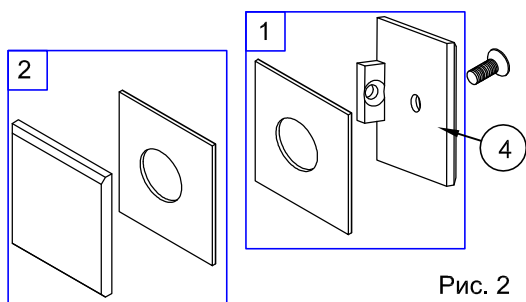
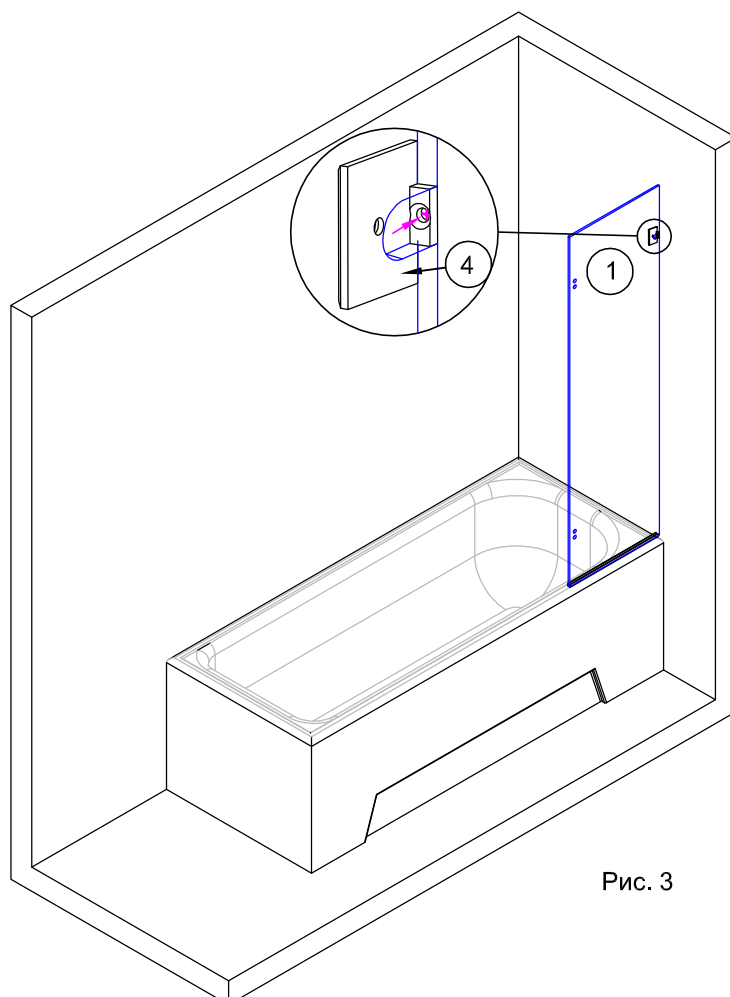

Рис. 2
Рис. 3
2.1. Шестигранным ключом раскрутить держатель стекла №4 (рис.2). Установить стеклянную панель №1 в профиль №3 на ванне (рис.3).
2.2. С внутренней стороны стекла в вырез установить комплект 1 держателя №4 (рис.2). Отметить на стене место отверстия для крепления держателя №4 (рис.3). Отставить стекло и держатель в сторону.
2.3. Выполнить сверление отверстия в стене по разметке. Диаметр отверстия 8мм, глубина не менее 40 мм. Вставить в отверстие дюбель №12 (рис.3).
2.8. Установить комплект 2 держателя №4 (рис.2) с внешней стороны стекла и скрутить пакет 1, стекло и пакет 2 винтом.